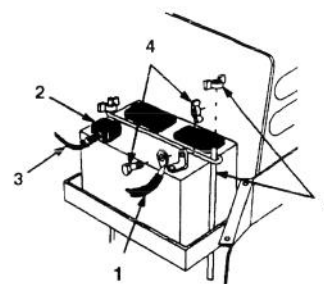

Figure 33
4. Débrancher le fil de terre négatif (noir) de la borne de la batterie (Fig. 33).
5. Soulever le capuchon en caoutchouc sur le câble positif (rouge). Débrancher le câble positif (rouge) de la borne de la batterie (Fig. 33).
6. Déposer les barres de retenue de la batterie (Fig. 33).
9. Au moyen du boulon et de l'écrou papillon, brancher le câble positif (rouge) à la borne positive (+) de la batterie (Fig. 33). Recouvrir la borne de la batterie avec le capuchon en caoutchouc.
10. Au moyen du boulon et de l'écrou papillon, brancher le câble négatif (noir) à la borne négative (-) de la batterie (Fig. 33).
11. Installer les panneaux latéraux en glissant les languettes dans la console de direction et en introduisant la goupille dans la bride du repose-pied. Fixer en position au moyen des vis et écrous papillons (Fig. 33).